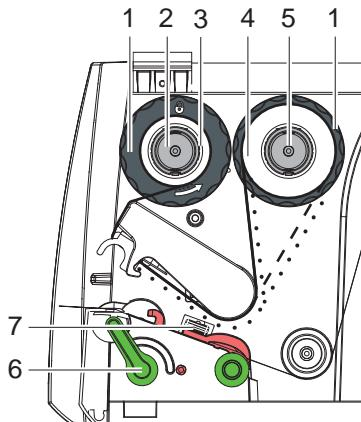

Рис. 12 Ход трансферной пленки
- Отрегулируйте положение ограничителя полей на намотчике на ширину сердечника пленки (3) и наденьте сердечник пленки на намотчик (2).
6. Проведите трансферную пленку через печатающий узел, как показано на рис. 12.
- Проденьте переводную пленку через датчик этикеток (7).
7. Закрепить начало пленки с помощью клейкой ленты в центральном положении на сердечнике для пленки (3). Обратите внимание, чтобы направление вращения намотчика было против часовой стрелки.
8. Поверните намотчик (2) против часовой стрелки, чтобы выровнять подачу ленты.
9. Прижмите головной уголок и поверните рычаг (6) по часовой стрелке, чтобы заблокировать печатающую головку.